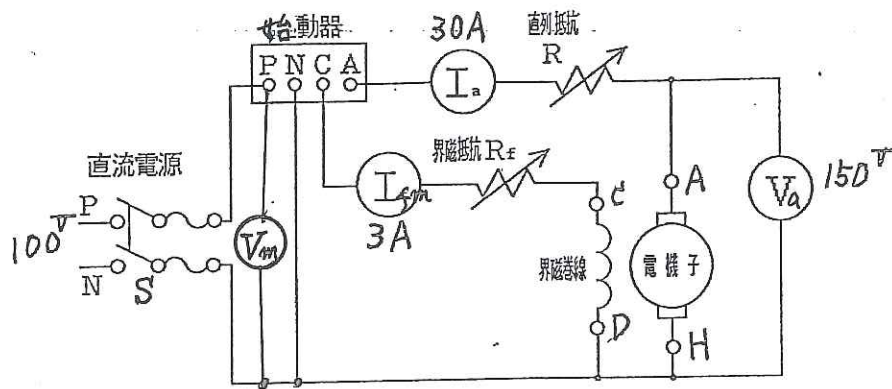

図 2
- ① 始動と停止 ② 界磁制御法 ③ 電圧（電機子電圧）制御法
- ① 図2のように、結線が正しく接続されているか、確かめ始動器 R_{st} のハンドルが元の位置にあるか確認する。
- ② 直流電動機の定格値を銘板にて確認し、記録する。
- ③ 始動トルクを大きくするため、界磁抵抗器 R_f を最小にする。直列抵抗 R は最小にする。
- ④ スイッチ S を閉じ、電源電圧を調整し、供給電圧 V_m を定格値にする。
- ⑤ 始動器 R_{st} のハンドルをゆっくり回し、ノッチを進める。（抵抗値を減じる）このとき、電動機が回転を始める。
- ⑥ 回転（方向）を確認し、始動器のハンドルがロックされる位置まで移動させる。
- ⑦ 界磁抵抗器 R_f を調整し、定格回転数 n [min^{-1}] に合わせる。
- ⑧ 定格回転数時の界磁電流 I_{fm} 、無負荷電流 I_a の値を測定し、＜結果1＞の表に記録する。